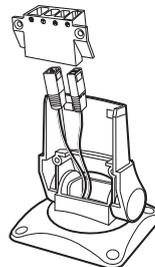

Рис.26:
1. Ввести разъемы кабелей в кабельную муфту. Ячейка кабельной муфты маркированы, чтобы каждому отверстию соответствовал только определенный разъем определенного кабеля (рис.26). Отверстия под разъемы в муфте имеют пазы, чтобы предотвратить неправильную установку разъемов, поэтому не следует прилагать значительную силу для заведения разъемов в муфту.